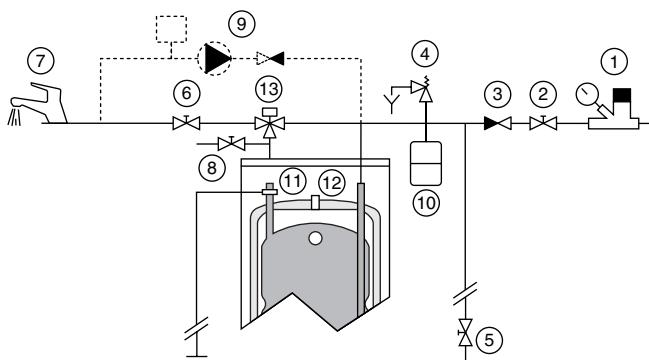

Рис.4: Присоединение с термостатическим смесительным клапаном.
4.1.1 ЗАПОЛНЕНИЕ КОНТУРА САНИТАРНОЙ ГОРЯЧЕЙ ВОДЫ (СМ РИС.3 И РИС. 4)
Для слива контура санитарной горячей воды: (см рис. 3 и рис. 4)